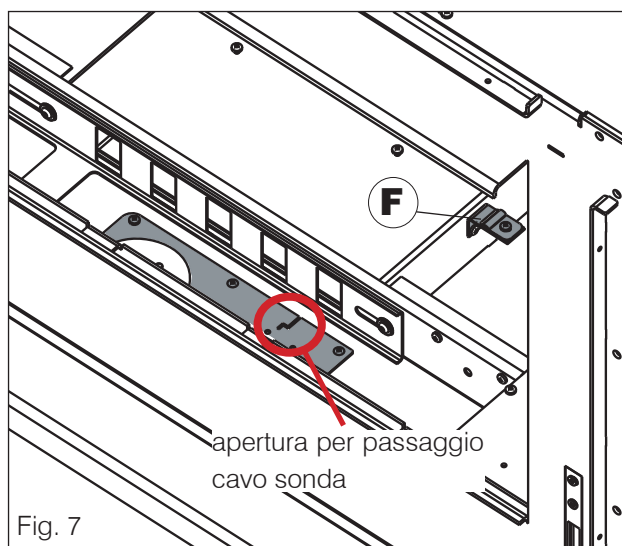

Fig. 7
- posizionare la valvola termostatica assemblata nel vano dedicato, facendo passare il cavo sonda nell'apposita apertura presente sulla piastra (Fig. 7).
- fissare la staffa fissaggio sonda (**F** - Fig. 7) avvitandola negli appositi fori predisposti.